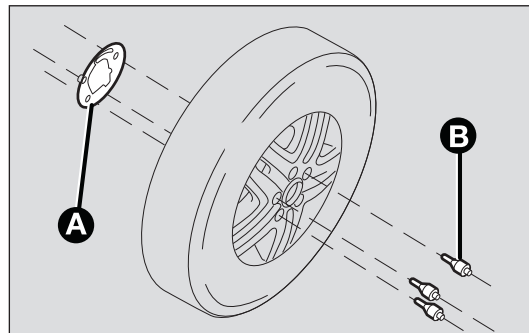

fig. 168
- ☐ monter sur la roue en alliage la plaque A-fig. 168 et la fixer avec les vis B fournies, en utilisant la clé appropriée ;